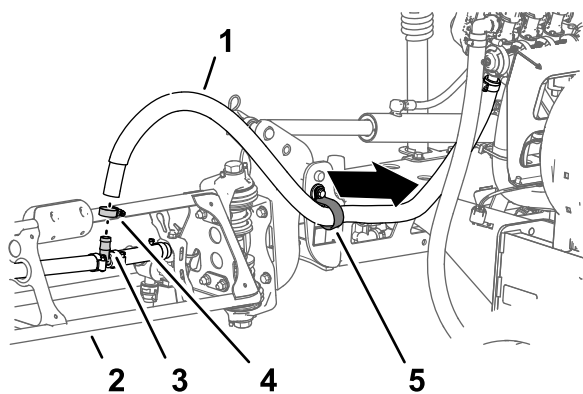

图33
- 在外侧喷洒段取下将喷洒段软管固定到宝塔 T 形接头的软管夹 图33。
- 从 T 形接头上拆下软管 (图33)。
- 从 R 形夹上取下软管的自由端 (图33)。